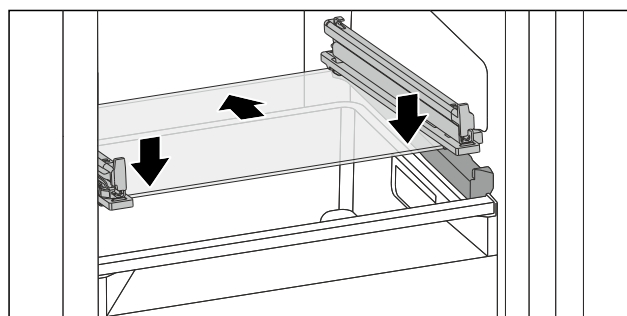

Fig. 178 Skleněná deska odklápěcí zásuvky
- ▶ Nasadte skleněnou desku šikmo za zarážky. (viz Fig. 178)